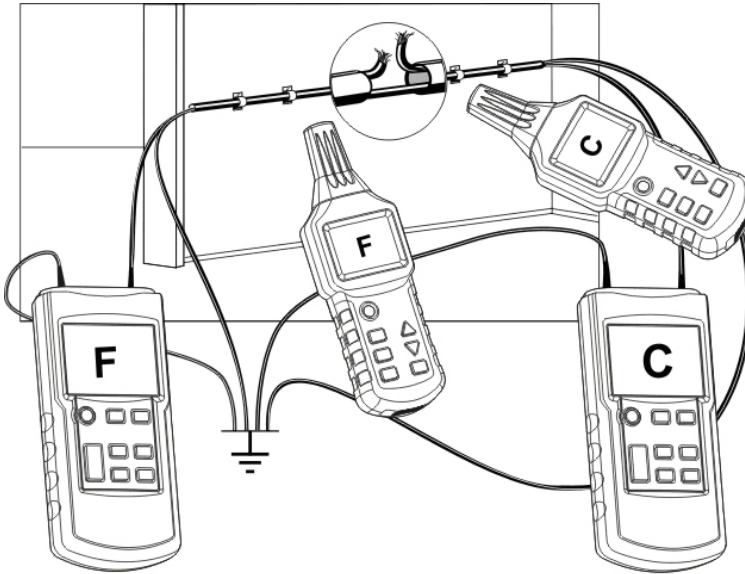

Fig.12
- Toutes les lignes non utilisées doivent être reliées à la terre selon la Fig.12.
- Branchez les deux émetteurs selon la Fig.12.
Si les émetteurs sont branchés selon la Fig.12, le récepteur indiquera C du coté gauche de l'interruption de la ligne. Si le récepteur va au-delà de l'endroit de l'interruption vers la droite, il affichera F. Si le récepteur est placé directement au-dessus de l'interruption, aucun code de ligne ne sera affiché en raison de la superposition des signaux des deux émetteurs.